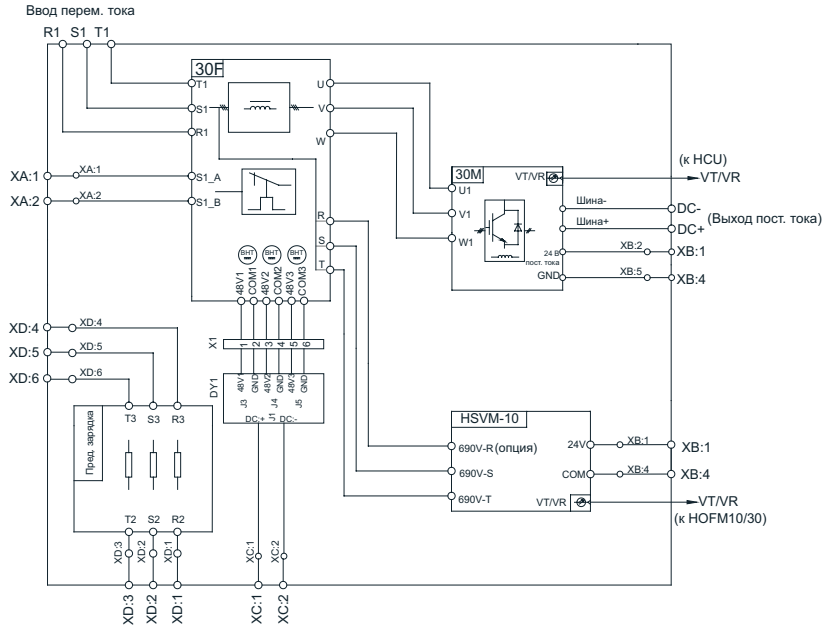
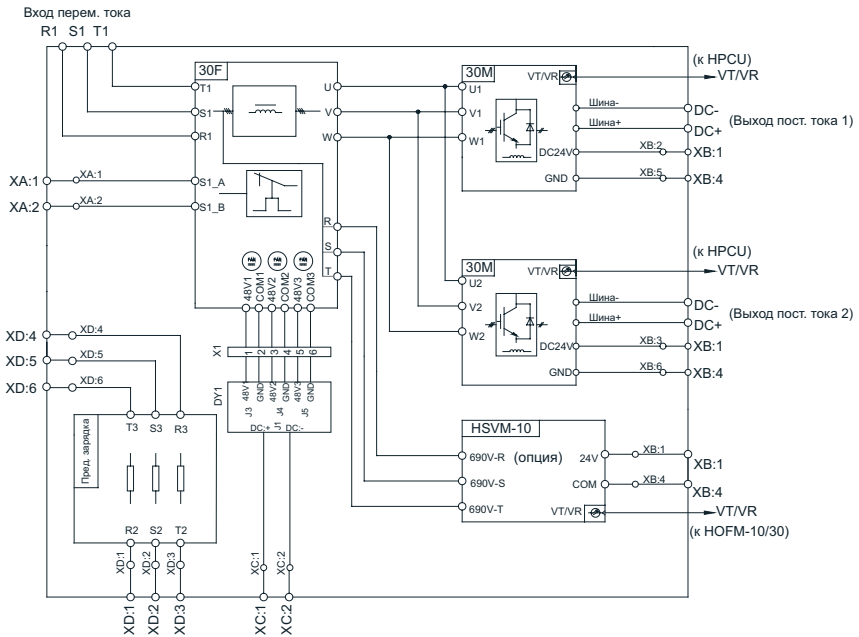

Рис. 3-14 Разъемы на монтажных салазках L+H8
Рис. 3-16 Разъемы на монтажных салазках L+2H8
- ◆ Кабель обнаружения трехфазного напряжения дополнительного модуля HSVM подключить к разъемам R, S и T в верхней части модуля фильтра рекуперативного выпрямителя. Монтаж модуля HSVM возможен в специально предусмотренном месте в левой части монтажных салазок. Для получения более подробной информации об электромонтаже см. "Рис. 3-14 Разъемы на монтажных салазках L+H8" и "Рис. 3-16 Разъемы на монтажных салазках L+2H8".